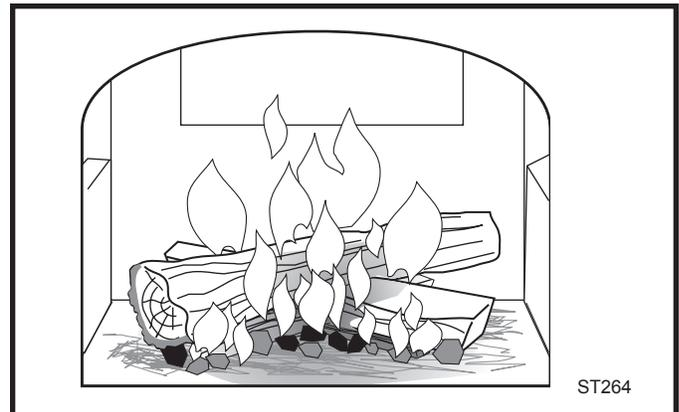

Fig. 37 Ajoutez de gros morceaux de bois lorsque le feu commence à bien brûler.
4. **Si votre Encore a été rodé précédemment** selon les étapes 1-3, continuez à augmenter graduellement le feu. Ajoutez des morceaux de bois plus gros de 75-100 mm (3-4 po) de diamètre. Continuez à ajouter des bûches fendues de cette taille au feu vif jusqu'à ce que le lit de braise soit d'au moins 51-75 mm (2 à 3 po). (Fig. 37) Un bon lit de braise est nécessaire pour que le système non-catalytique fonctionne adéquatement et cela peut prendre plus d'une heure pour l'obtenir.